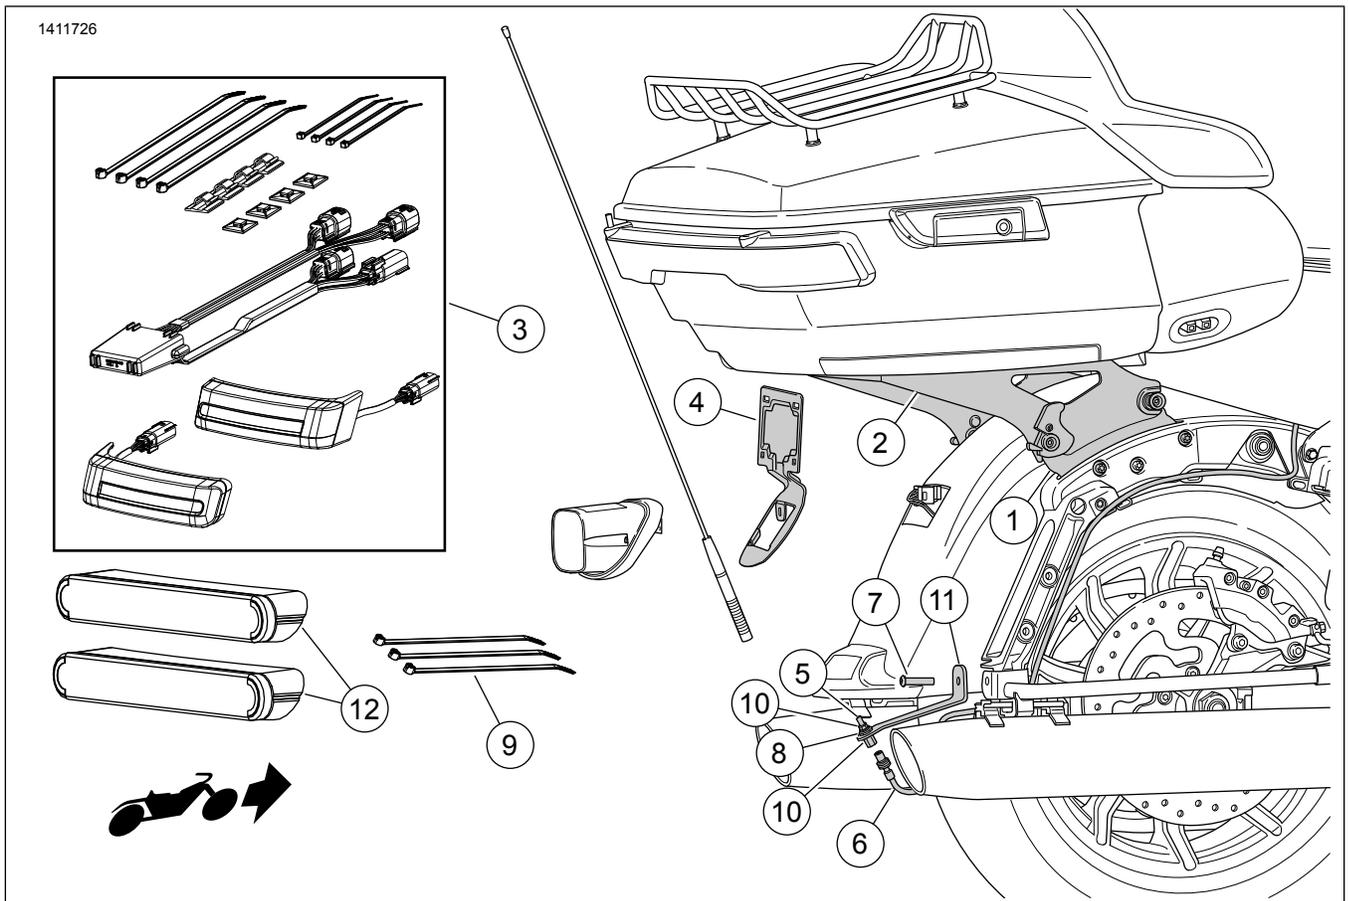
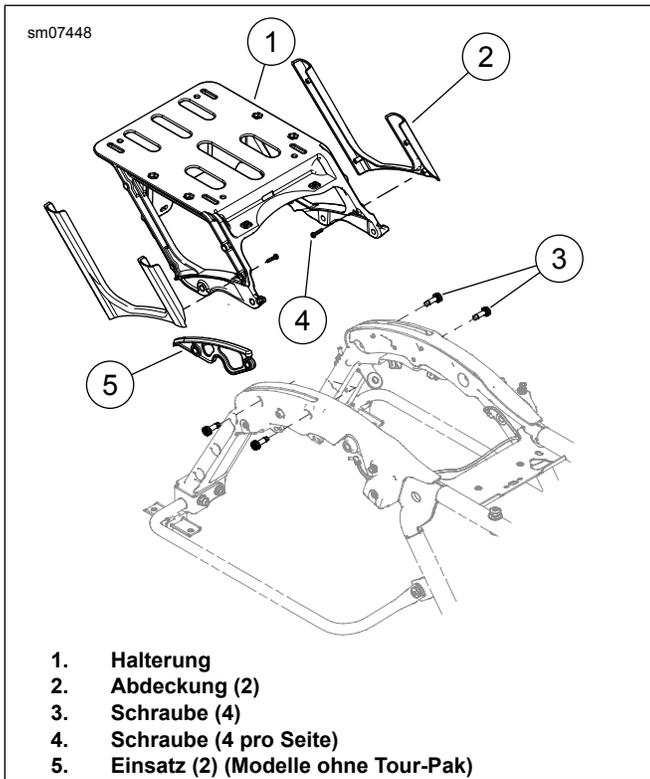
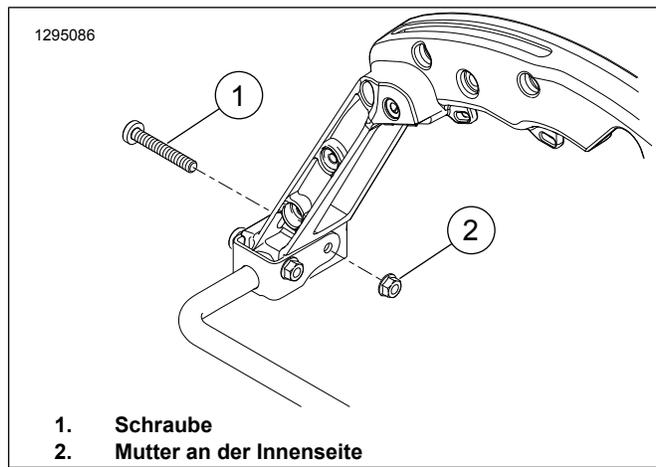
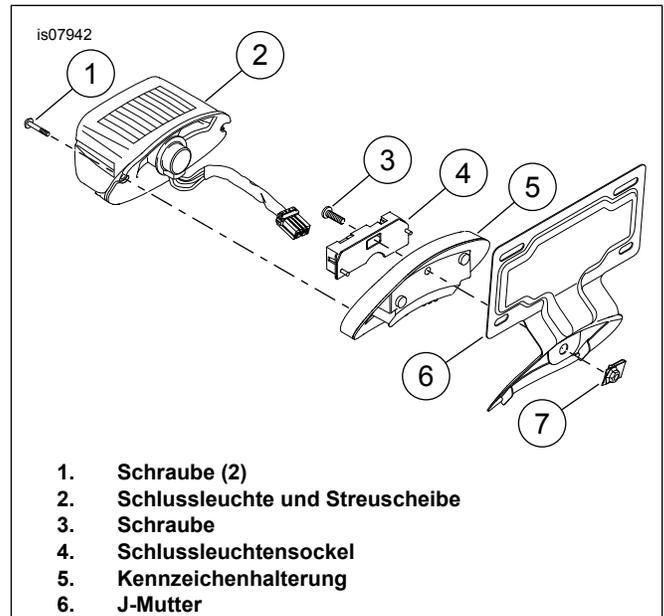

Abbildung 1. Inhalt des Satzes: Abnehmbarer Tour-Pak-Befestigungsträger
Abbildung 5. Tour-Pak-Halterung
Abbildung 6. Entfernen der Schraube der Originalausstattung
Abbildung 7. Installation der Kennzeichenhalterung
- a. Siehe Abbildung 5 >. Die Kabelbaumsteckverbinder von den Anker an der Halterung (1) entfernen.
- b. Zwei Schrauben (3) von jeder Seite entfernen.
7. Siehe Abbildung 7 >. Die Schlussleuchte und den Schlussleuchtensockel abnehmen.
- a. Die Schrauben (1) entfernen.
- b. Die Schlussleuchte und die Streuscheibe (2) lösen und abnehmen.
- c. Die Steckverbinderpositionen am Schlussleuchtensockel (4) beachten, um die Installation zu erleichtern.
- e. Die Schraube (3) und den Schlussleuchtensockel entfernen.
9. Siehe Abbildung 6 . Die Mutter (2) an der rechten Innenseite entfernen. Die Schraube (1) entsorgen.
1. Siehe Abbildung 1 >. Den Befestigungsteilesatz (1) entsprechend den Anweisungen in **diesem** Satz anbringen.
2. Den Betriebs-/Brems-/Blinkerleuchten-LED-Satteltaschensatz (3) entsprechend den Anweisungen in **diesem** Satz anbringen.
3. Siehe Abbildung 7 >. Die Kennzeichenhalterung anbauen.
- a. Die Kennzeichenhalterung (5) am Schutzblech anbringen.
- c. Den Schlussleuchtensockel über der Kennzeichenhalterung anbringen. Mit Schraube (3) befestigen.
- e. Schlussleuchte und Streuscheibe am Schlussleuchtensockel anschließen. Schlussleuchte und Streuscheibe am Sockel anbringen und mit Schrauben (1) sichern.
4. Siehe Abbildung 5. Die Radioantenne verlegen.
- a. Die Antennenumbauhalterung (2) anbringen. Mit der Schraube (1) und der zuvor entfernten Mutter sichern. Festziehen.
e. Den Antennenmastsockel (Verbindung) (6) an der Antennenkabelverlängerung anbringen.
Siehe Abbildung 1 >. Die Position der Reflektoren (12) markieren.